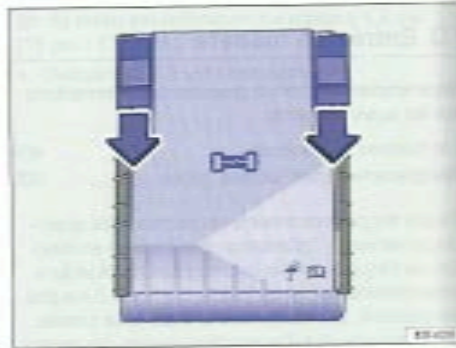

Fig. 222 Dans le compartiment-moteur : cache de la boîte à fusibles
- Poussez les touches de verrouillage en avant dans le sens des flèches pour déverrouiller le cache de la boîte à fusibles $\Rightarrow$ fig. 222.